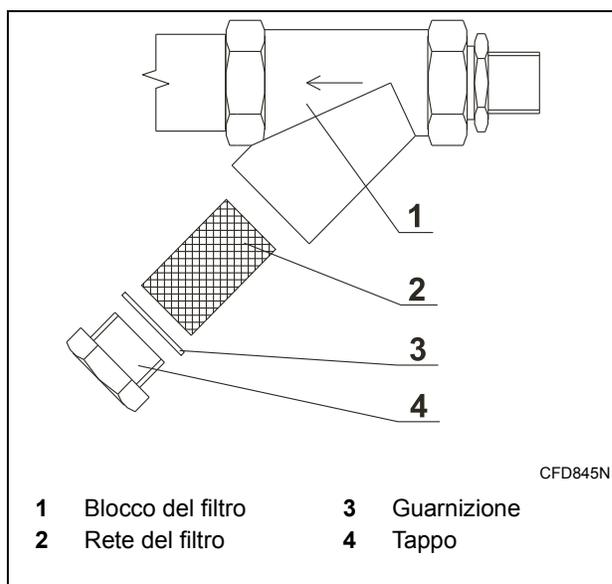

Figura 21
2. Svitare il tappo del filtro (Figura 21, pos. 4) e togliere la rete del filtro (2).
4. Rimettere la rete (2) e la guarnizione (3) nel blocco di filtro (1) ed avvitare il tappo (4).